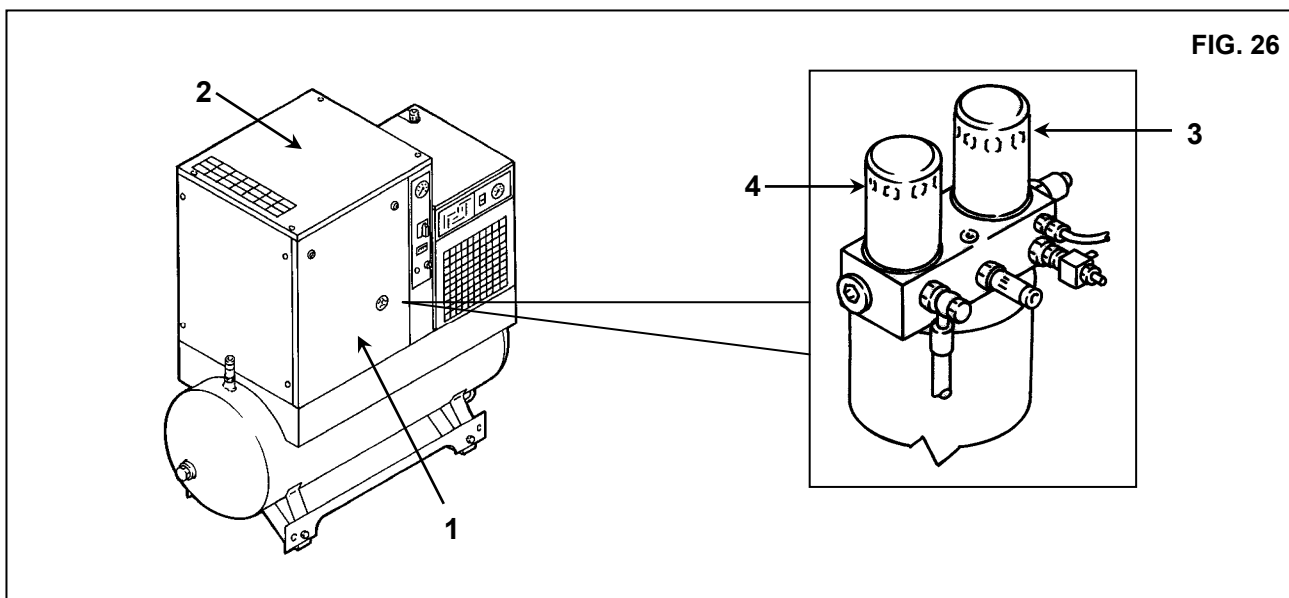

FIG. 26
- Abrir o painel frontal Ref. 1 Fig. 26 com a chave especial.
- Remover o dispositivo de proteção fixo (tampa da máquina) Ref. 2 Fig. 26.
- Remover o filtro de separação de óleo Ref. 3 e o filtro de óleo Ref. 4 Fig. 26
- Fechar novamente o dispositivo de proteção fixo (tampa da máquina) Ref. 2 Fig. 26, usando os parafusos de segurança apropriados.
- Fechar o painel Ref. 1 Fig. 26.